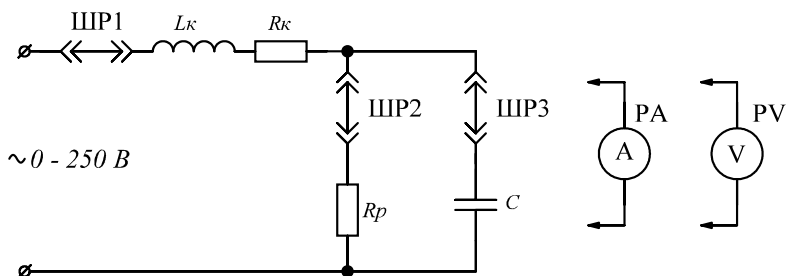

Рис.3.9. Электрическая схема исследования распределения токов и напряжений в цепи №2
2.5.3. Собрать цепь №2 по схеме, приведенной на рис. 3.9, и выполнить п.2.5.2.